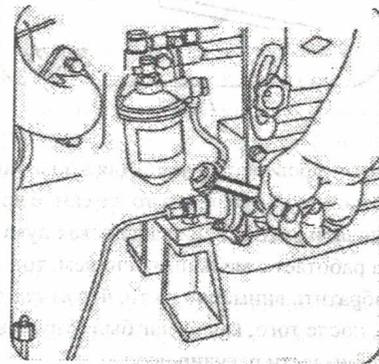

Рис.21
2. Ослабьте болт, который соединяет топливную трубку высокого давления от топливного насоса, переверните трубку так, чтобы открытый конец смотрел вверх (рис.21). Затем удалите топливо из трубки вручную.